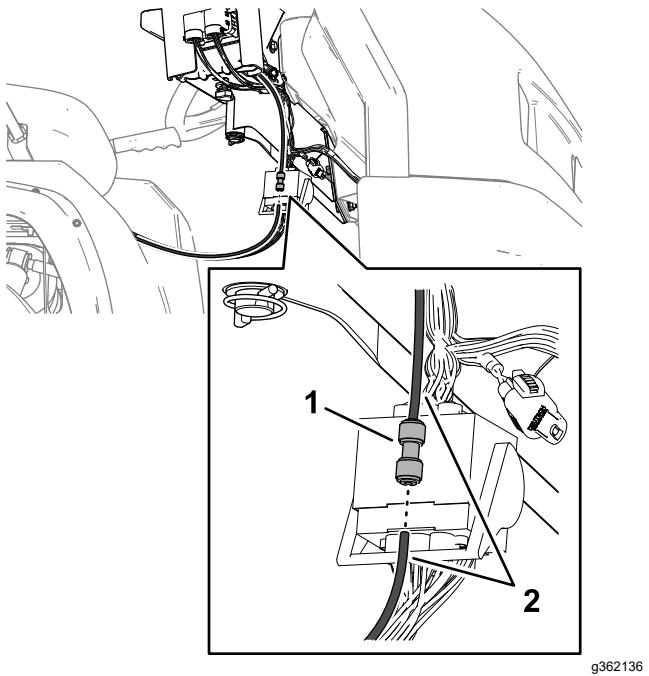

Figura 97
1. Introduzca el tubo del sensor de presión en el acoplamiento a presión hasta que quede bien asentado (Figura 97).